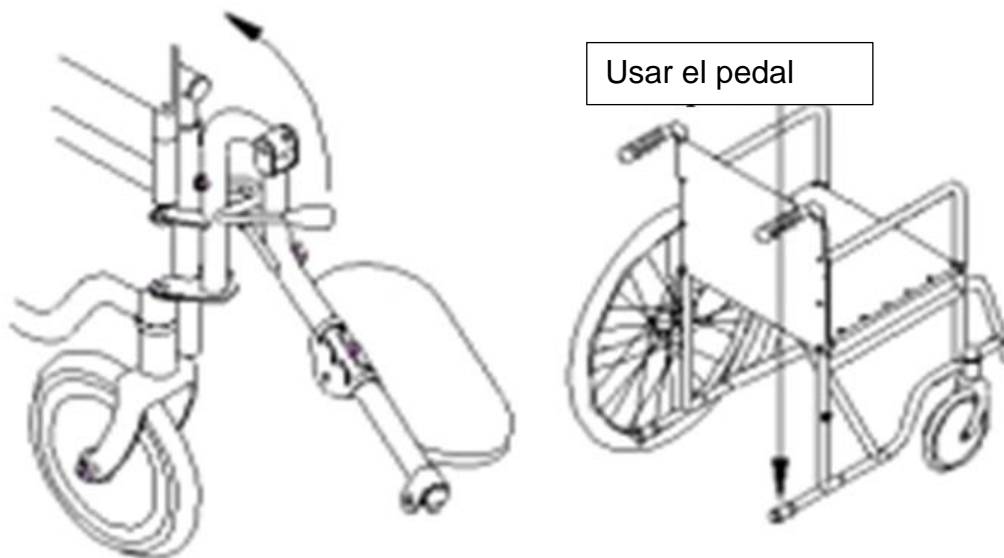

Figura 7
- Si compra una silla de ruedas con un soporte de pierna flexible de tipo A, simplemente levante el soporte de pierna hasta una posición adecuada durante el levantamiento, y se mantendrá en su lugar por sí mismo; al bajarlo, sostenga ligeramente el soporte de pierna con una mano, mientras la otra mano mueve la manija de elevación hacia adelante, el soporte de pierna puede ser bajado, y una vez que esté en la posición adecuada, la manija de elevación se puede soltar para que quede fijo por sí mismo. (Ver Figura 7)